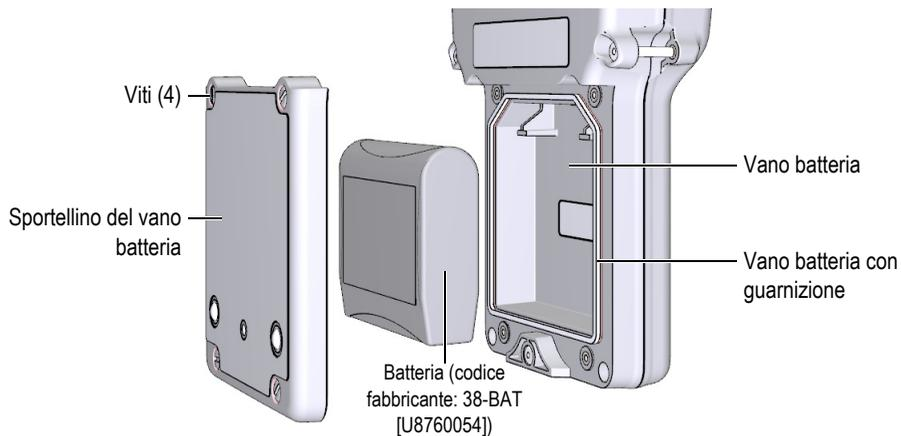

Figura 2-4 Apertura del vano batteria
La batteria è situata nel vano batteria nella parte posteriore del 38DL PLUS (vedere Figura 2-4 a pagina 44).
6. Nella parte posteriore dello strumento, allentare le due viti prigioniere che fissano lo sportello del vano batteria (vedere Figura 2-4 a pagina 44).